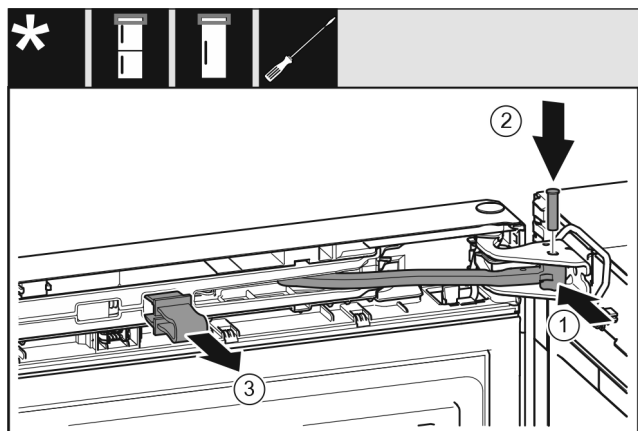

Fig. 43
- ▶ Tourner la jointure Fig. 43 (1) dans le support de palier.
- ▶ Insérer l'axe Fig. 43 (2) dans le support de palier et la jointure. Veiller à ce que l'ergot soit bien en place dans la rainure.
- Retirer la fixation Fig. 43 (3).